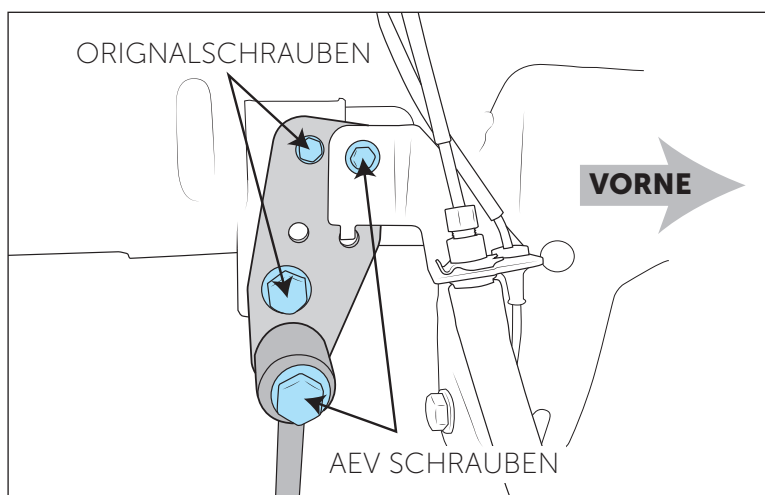

Abbildung 14
- A. Montiere die AEV-Koppelstangen-/Bremsleitungskombinationshalter wie gezeigt (Abb. 14) am Fahrzeug. Ziehe die M12 Koppelstangenschrauben mit 110Nm und die M6-Schraube mit 20Nm fest.
- B. Den Bremsleitungshalter am vorderen, oberen Loch anschrauben (Abb. 14). Die Ausrichtungslasche geht durch das untere Loch und die mitgelieferte M6-Schraube durch beide Halter. Die Mutter wird von hinten aufgeschraubt. Mit 20Nm festziehen.
- C. Montiere die AEV Koppelstangen mit den mitgelieferten M12 x 60mm Flanschschrauben und Muttern in die unteren Löcher der Halter (Abb. 14). Montiere die unteren Bolzen mit den mitgelieferten M12 Muttern achsseitig (werkseitig haben die Muttern der Koppelstangen ein anderes Gewinde). Alle Koppelstangenverschraubungen mit 109Nm anziehen.